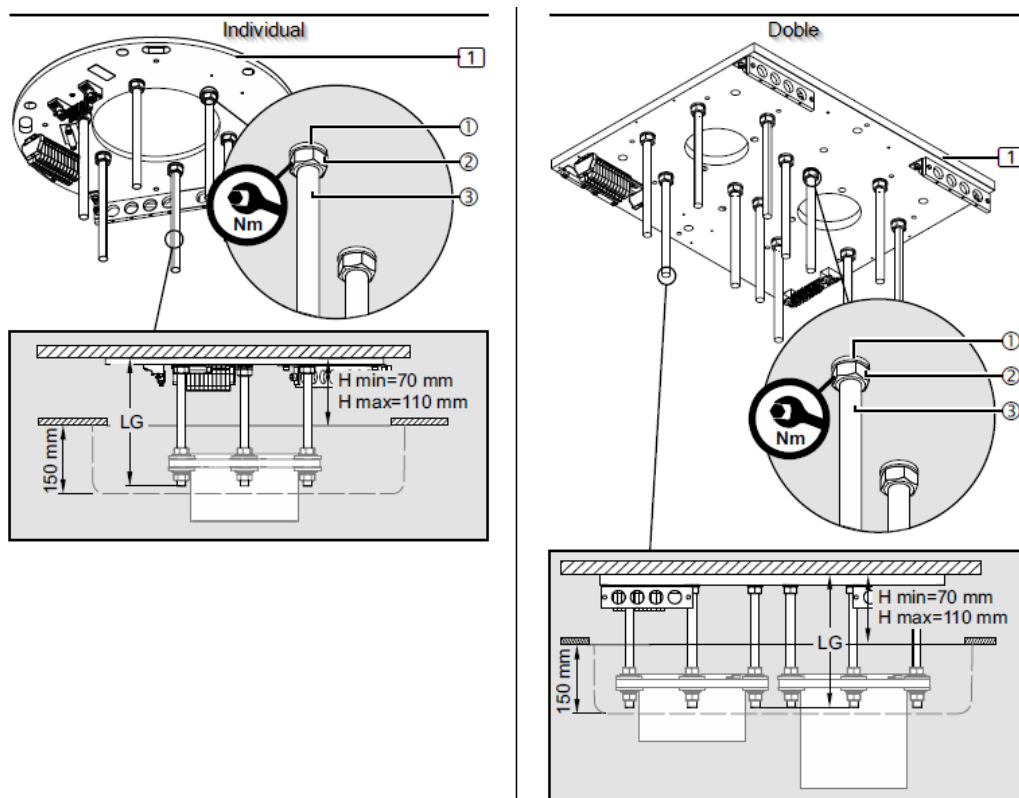

Fig. 17 Installation de la plaque d'interface avec le faux plafond
- La garniture de toit (3) sera ultérieurement montée au ras du toit et recouvre la bride du tuyau de toit.
- La longueur nécessaire des boulons filetés M16 x 330 mm (1) dépend de la distance H : entre le toit et le bord inférieur du plafond intermédiaire 2.
- Veuillez noter la longueur minimale et maximale des boulons filetés M16 x 330 mm (1).
- Pour la garniture de plafond (3), qui a une hauteur de 150 mm, les 6/12 boulons filetés M16 x 330 mm (3) doivent être coupés comme indiqué à la Fig. 17.
- Pour déterminer la longueur LG des boulons filetés (1), $LG = H + 135\text{mm}$ (min. 205mm / max. 245mm)
- Ébavurez légèrement les boulons filetés M16 x 330 mm (1) pour assurer un engagement maximal du filetage dans la plaque d'interface (1).
- Visser 1 écrou hexagonal M16 (2) chacun sur les boulons filetés M16 (3), puis monter 1 rondelle élastique (1) chacun.